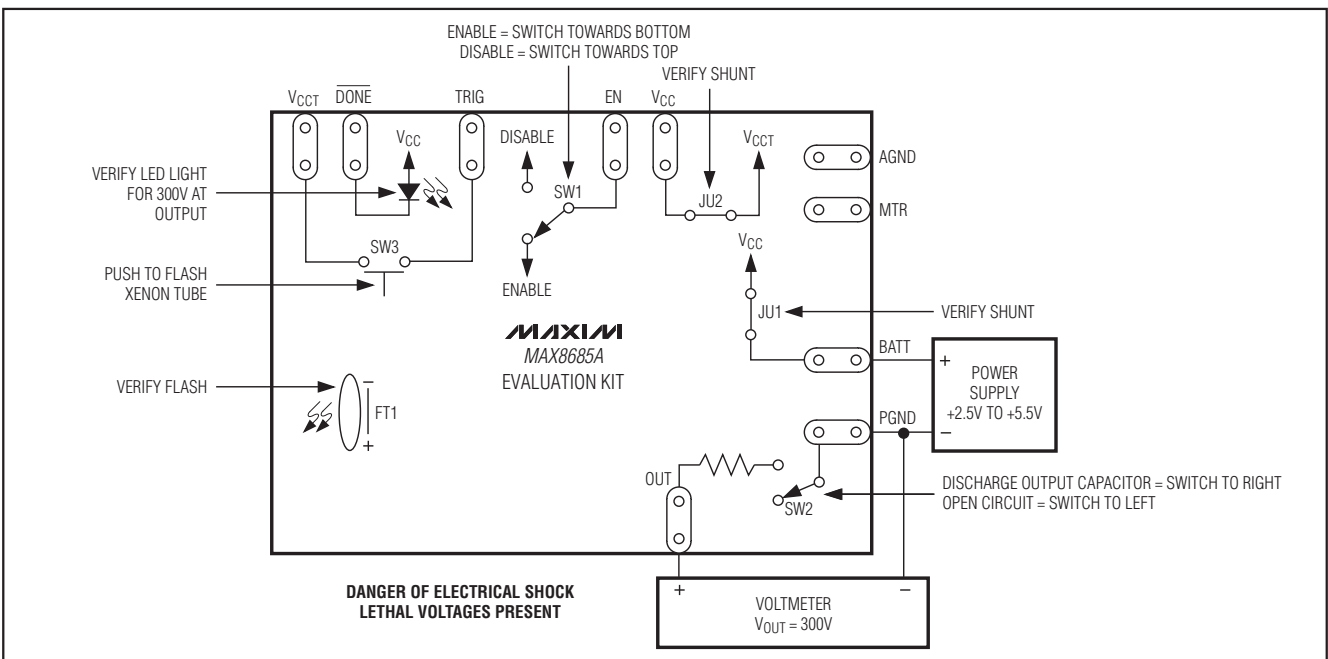

図1. MAX8685AのEVキットの試験手順構成
- 1) EVキットを接続する前に、出力コンデンサが放電していることを確認してください。出力コンデンサを放電するためには、SW2を放電位置に設定します(図1)。次に進む前に30秒間待ちます。
- 10) SW2をオープン位置に設定(図1)して放電抵抗を切り離します。
- 1) SW1を上の方に設定(図1)して、ICをディセーブルにします。
- 3) SW2を放電位置に設定します(図1)。